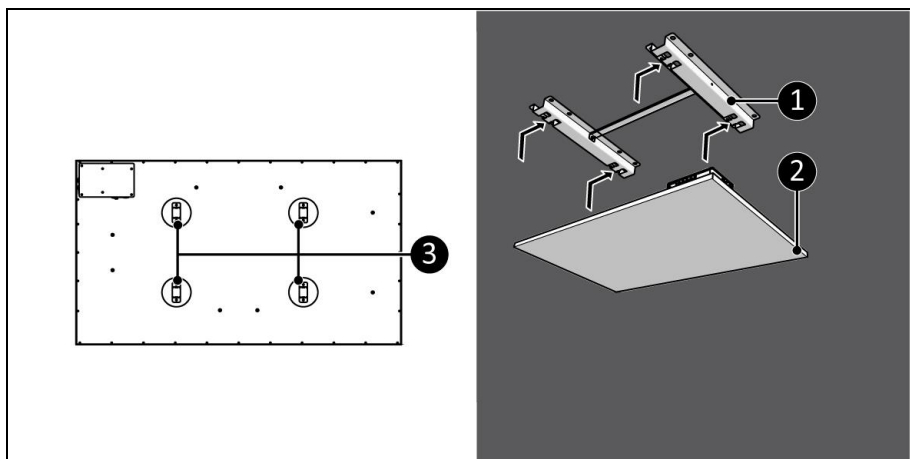

Figur 12
2. Placer enheden med en minimumsafstand (Figur 12) på: